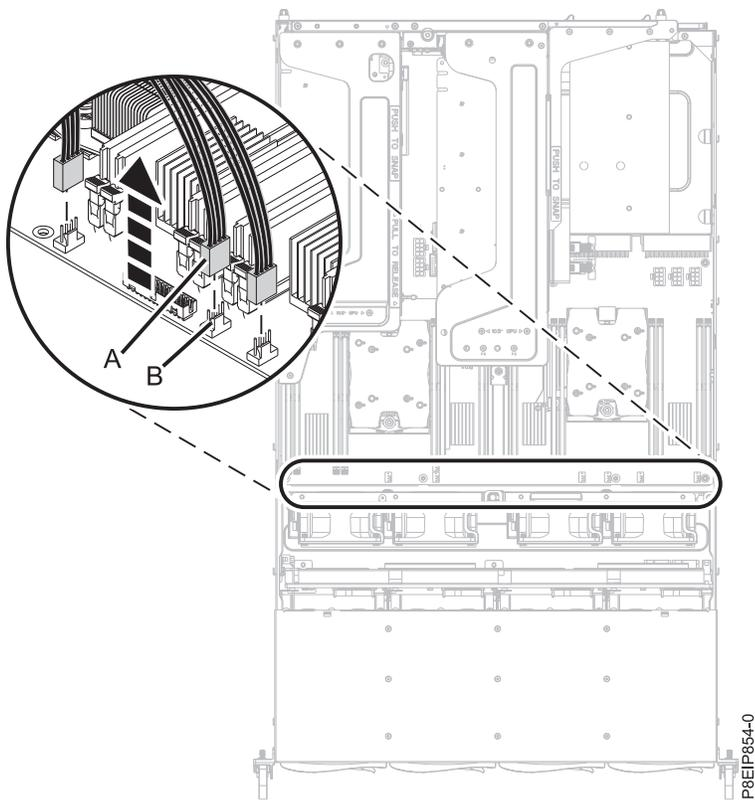

図 60. ファン・ケーブルの切り離し
4. システム・バックプレーンから 4 本のファン電源ケーブルのプラグを抜きます (54 ページの図 60 を参照)。コネクタ・クリップ (B) を解放し、コネクタ (A) をシステム・バックプレーンから慎重に引き上げます。ワイヤーを引っ張らないでください。